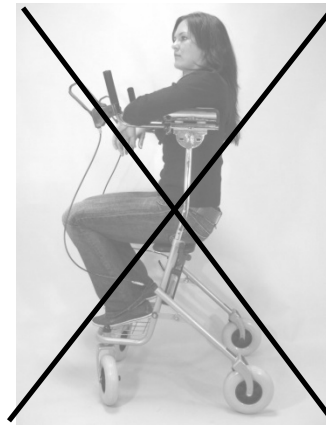

Abb.13
**Zu beachten:** Setzen Sie sich nur aufrecht auf den Sitz. Lehnen Sie sich nicht schräg gegen den Rollator. Entnehmen Sie bitte die richtige Sitzposition dem Bild (Abb.13).